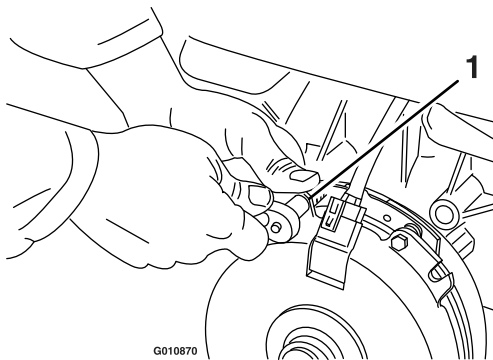

Figure 72
- A. Desserrez les deux boulons de montage de frein d'un demi à un tour complet, comme montré à la Figure 72.